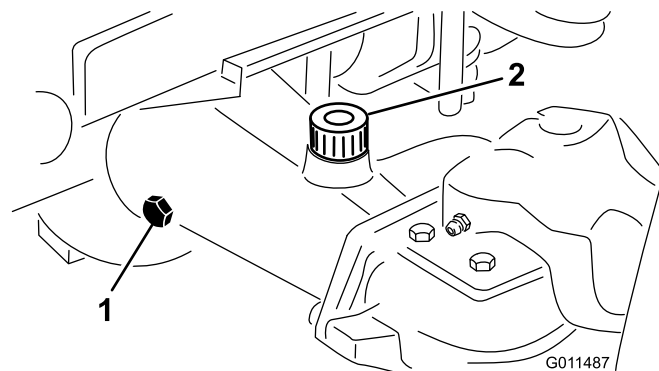

Figura 64
2. Retire un tapón de verificación del extremo del eje y asegúrese de que el lubricante llega al borde inferior del orificio (Figura 64).